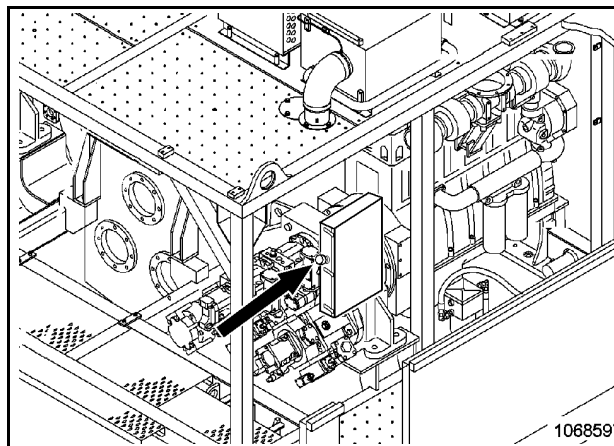

Fig. 2-23:
- Schalter (rot) an den Antriebsreglern rechts und links (Fig. 2-23:) drücken,